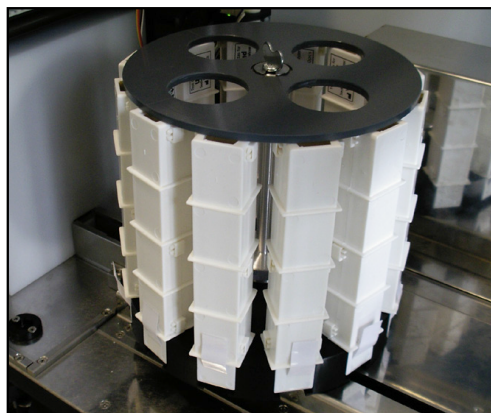

Figura 43: Una gradilla de cubetas rotativa totalmente cargada
3. Repita los pasos anteriores hasta que la gradilla portacubetas rotativa esté totalmente cargada (consulte Figura 43).